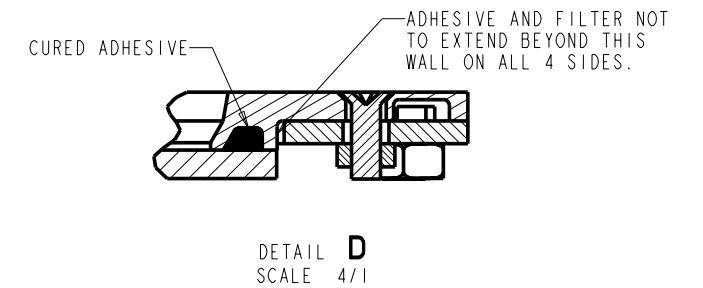

FIGURE 4
GASKET INTERFERENCE INTO OPTO LINE OF SIGHT (FIG 4)
## GASKET INTERFERENCE INTO OPTO LINE OF SIGHT (FIG 4)
**PROBLEM:** WHEN THE GASKET IS COMPRESSED IT MAY BLEED OVER INTO THE LINE OF SIGHT OF THE OPTO'S AS SEEN IN FIG 4.
THE FINAL ASSEMBLY SHOULD LOOK LIKE FIGURE 4.